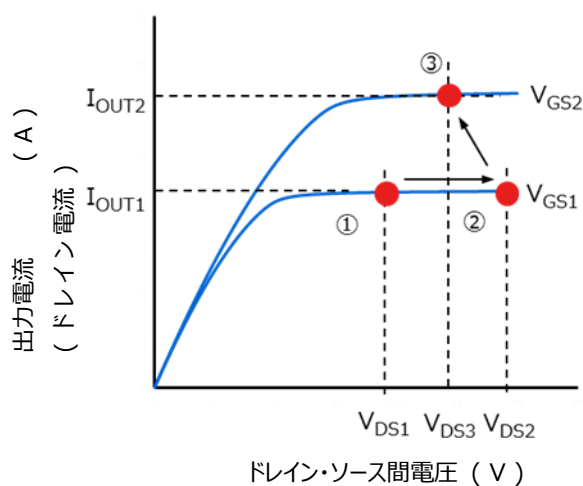
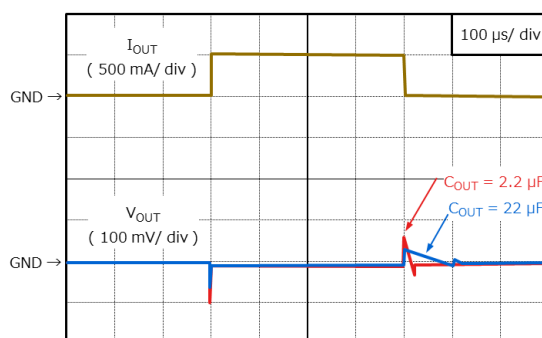
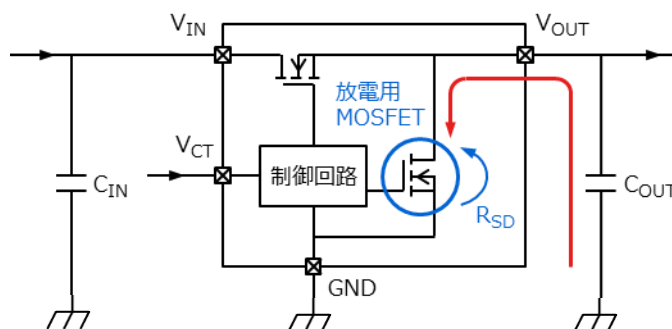

図 6.14 出力電流急増時の動作点
図 6.15 出力コンデンサー容量による負荷過渡応答特性の改善
図 6.17 出力ディスチャージ回路
LDO に負荷インピーダンス  $Z_{L1}$  が接続されて出力電圧と出力電流が安定している状態で、出力段の MOSFET は図 6.14 の ① で動作しているとします。このとき、MOSFET のドレイン・ソース間電圧を  $V_{DS1}$ 、ゲート・ソース間電圧を  $V_{GS1}$  とします。この状態から SW がオンして出力電流が  $I_{OUT1}$  から  $I_{OUT2}$  に急増したときに LDO 内部のエラーアンプは一定の出力電圧を出力しようとフィードバック動作をしますが、フィードバックループの周波数特性により、すぐには正常な出力電圧まで戻すことができずに図 6.14 の ② のように出力電圧の低下が発生します。このとき、MOSFET の動作点は図 6.15 の ① から ② の  $V_{DS2}$  へ移動しますが、 $I_{OUT2}$  を流すために必要な  $V_{GS2}$  まで  $V_{GS}$  を増加させることができていません。その後、フィードバック動作が継続して  $V_{GS}$  が動作点 ③ の  $V_{GS2}$  まで増加することで  $I_{OUT2}$  を流すことができ、その結果、出力電圧の低下が停止して正常な出力電圧まで回復を始めます。
LDO に負荷インピーダンス  $Z_{L1}$ //  $Z_{L2}$  が接続されて  $I_{OUT2}$  出力電流が流れ、出力電圧が安定している状態で出力段の MOSFET は図 6.14 の ④ で動作しているとします。このとき、MOSFET のドレイン・ソース間電圧を  $V_{DS2}$ 、ゲート・ソース間電圧を  $V_{GS2}$  とします。この状態から SW がオフして出力電流が  $I_{OUT2}$  から  $I_{OUT1}$  に急減したときに、LDO 内部のエラーアンプは元の出力電圧に戻そうとフィードバック動作をしますが、フィードバックループの周波数特性により、すぐには正常な出力電圧まで戻すことができず、図 6.14 の ⑤ のように出力電圧の上昇が発生します。このとき、MOSFET の動作点は図 6.17 で ④ の  $V_{DS2}$  から ⑤ の  $V_{DS1}$  へ移動しますが、 $I_{OUT1}$  を流すための  $V_{GS1}$  まで  $V_{GS}$  を減少させることができていません。その後、フィードバック動作が継続して  $V_{GS}$  が動作点 ⑥ の  $V_{GS1}$  まで減少することで  $I_{OUT1}$  まで出力電流を減少させることができ、その結果、出力電圧の上昇が停止して正常な出力電圧まで回復を始めます。